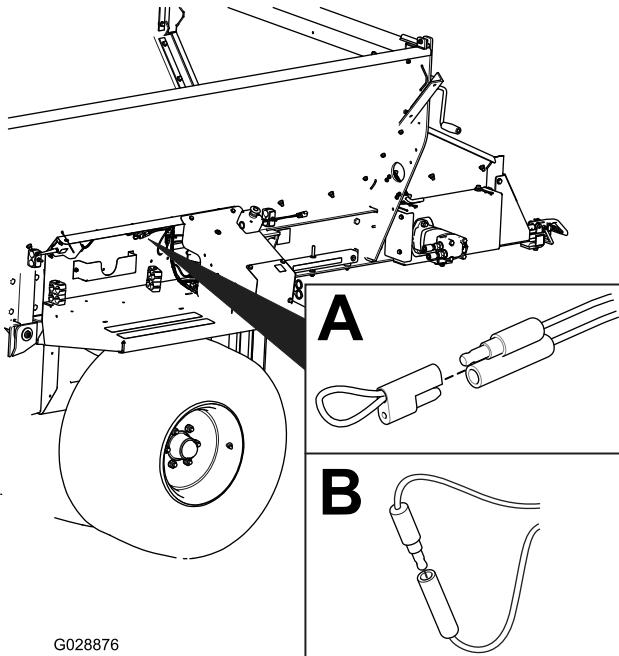

Рисунок 32
2. Снимите привязную крышку с двух диагностических замыкающих соединителей (Рисунок 32, А).
3. Соедините диагностические замыкающие соединители друг с другом (Рисунок 32, В).
- Отсоедините друг от друга диагностические замыкающие соединители (Рисунок 32, В).
- Наденьте привязанную крышку на два диагностических замыкающих соединителя (Рисунок 32, А).